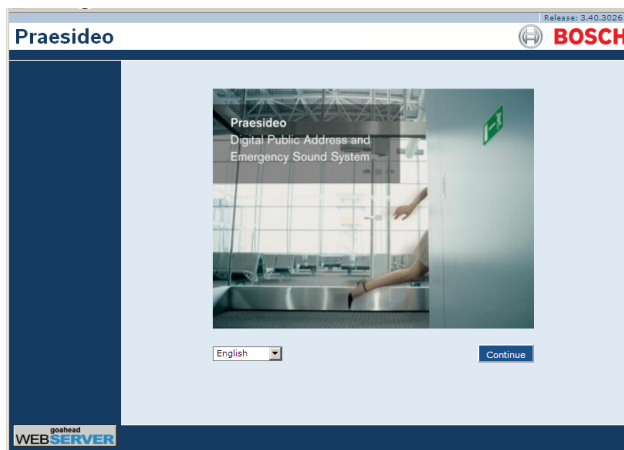

Abbildung 36.6: Homepage des Praesideo-Webinterface.
- 2 Geben Sie die IP-Adresse des Netzwerkcontrollers in der Adressleiste ein. Verwenden Sie vor der IP-Adresse keine Nullen. Wenn die IP-Adresse des Netzwerkcontrollers zum Beispiel 192.168.000.015 lautet, geben Sie ping 192.168.000.015 ein. Es wird ein Bildschirm angezeigt, der Abbildung 36.6 ähnelt.